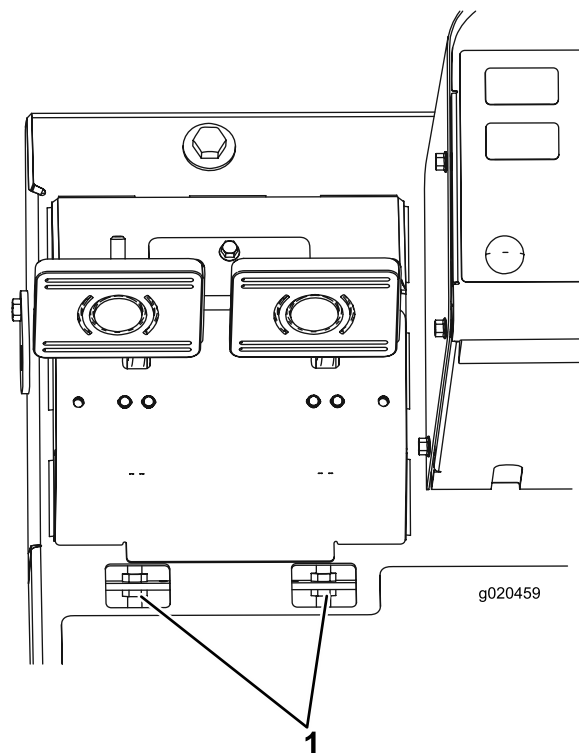

Figura 70
B. Desaperte a porca dianteira na extremidade roscada do cabo do travão (Figura 70).